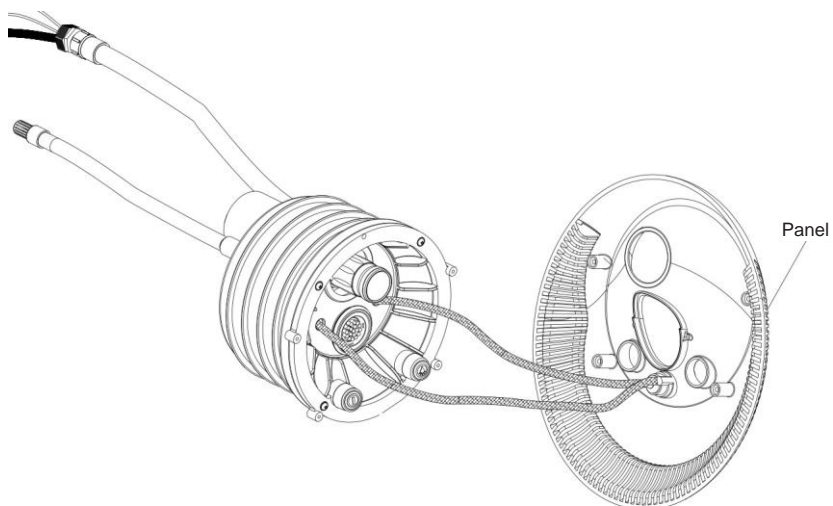

Rys. 8
- Osadzić osłonę zewnętrzną systemu przeciwwąprądowego w ścianie cementowej, a powierzchnię osłony zewnętrznej zamknąć powierzchnią cementową (rys. 8).
- Za pomocą 10 śrub M6X30 zamocować pierścień gumowy w pierścieniu montażowym (rys. 8).